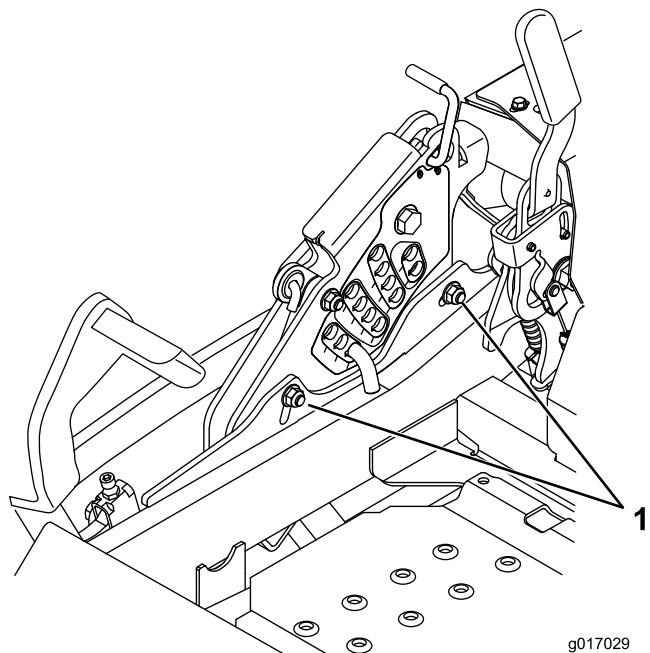

Figura 93
11. Para ajustar el sistema de ajuste de un solo punto, afloje los dos pernos situados cerca del borde inferior de la pletina de altura de corte. Consulte Figura 93.
13. Apriete los dos pernos situados cerca del borde inferior de la pletina de altura de corte (Figura 93). Apriete a 37–45 Nm (27–33 pies-libra).